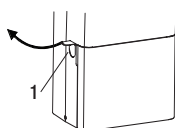

Figura 1
- Abra la cubierta del conector del lateral de la unidad (1). (Figura 1)